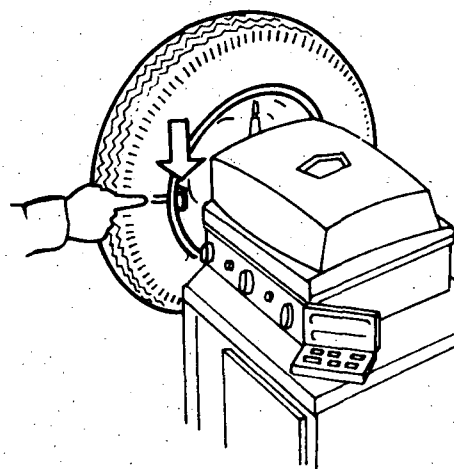

Fig. 7
- c Selecione, por tentativas, um peso magnético e coloque-o na parte interna do aro, no ponto indicado pela marca de giz. Em seguida, gire a roda 90 graus e verifique se mantém esta posição (fig. 7).